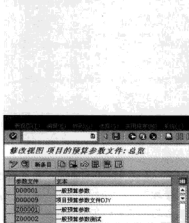

图 9-48 “修改视图 项目的预算参数文件：总览”界面
STEP 1 在命令栏输入 SPRO 命令，通过菜单选择“项目系统→成本→预算→维护预算参数文件”选项，弹出“修改视图项目的预算参数文件：总览”界面，如图 9-48 所示。在此界面中，可以看到当前项目系统中设置的项目预算参数文件清单。